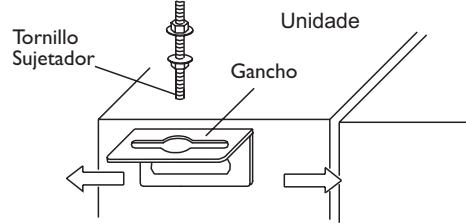

Fig. 3-V
2. Instale el gancho en la unidad, como se muestra en la Fig. 3-V.